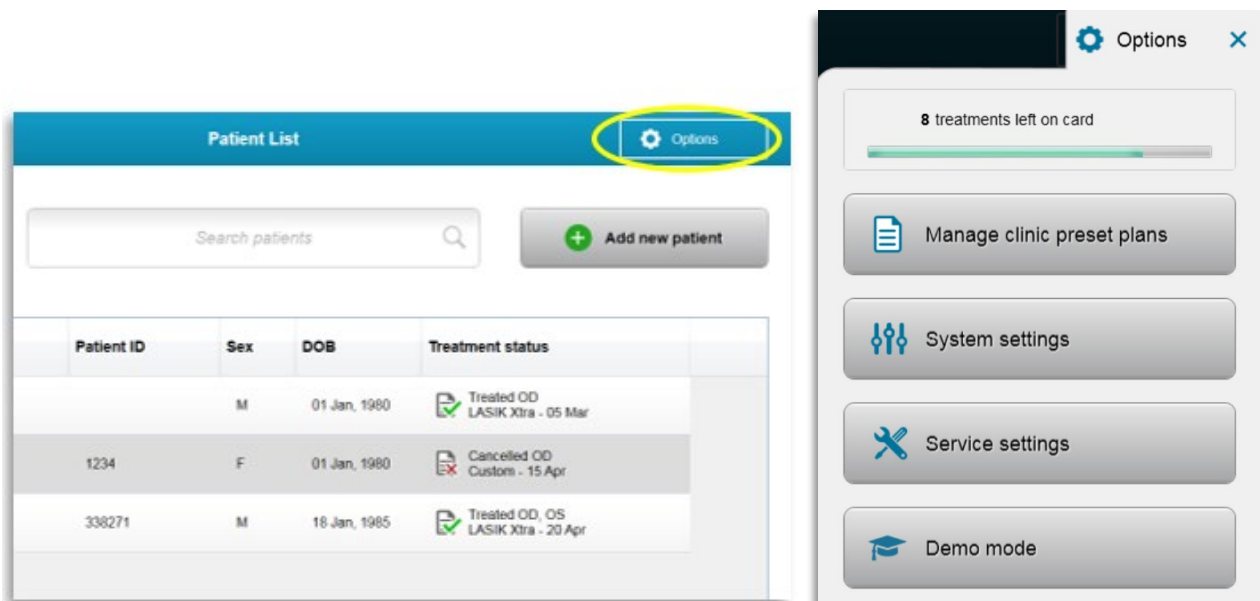

Bild 3-50. Tryck på knappen "Alternativ" (Options)
- o På hemschärmen "Patientlista" (Patient List) trycker du på knappen "Alternativ" (Options) för att visa de fyra alternativsmenyerna, som visas på bild 3-50.